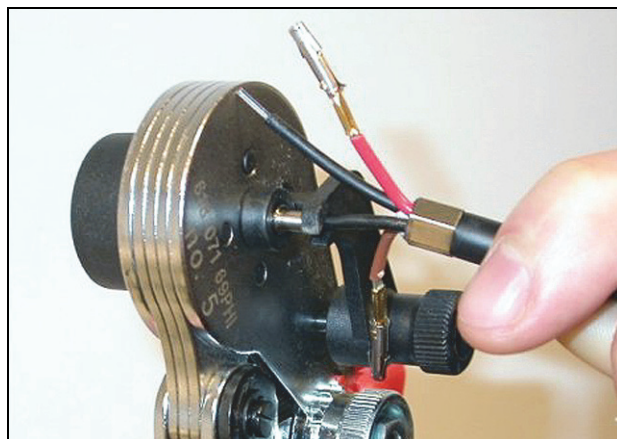

figura 30.23: Engaste de casquilhos (1)
- 21 Introduza uma fibra óptica plástica no casquilho no retentor accionado por mola da ferramenta de posicionamento POF (consulte a figura 30.23).